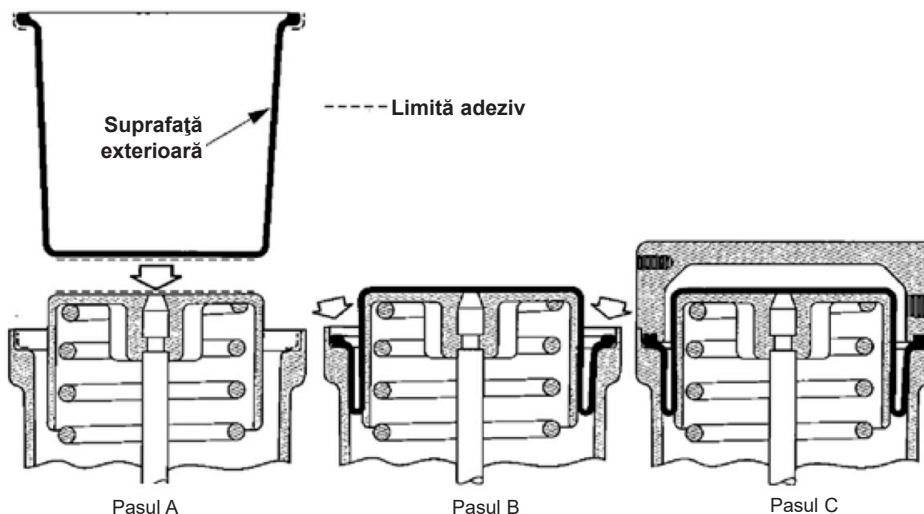

Figura 7 - Metoda 2
- K-2. Fixați gulerul membranei (40) între buzele carcasei membranei (42) și locașul de resort (Figura 7 - Metoda 2, Pasul C).